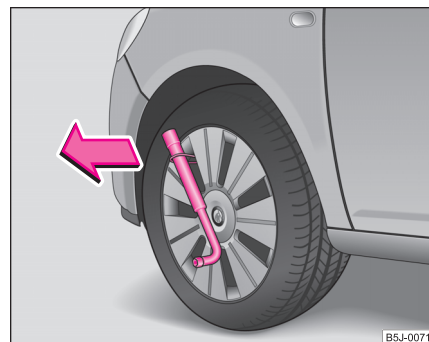

Fig. 168 Desmontar el tapacubos integral
- Introducir la llave de rueda a través del estribo, apoyar la llave de rueda en el neumático y retirar el tapacubos ⇒ fig. 168. ►